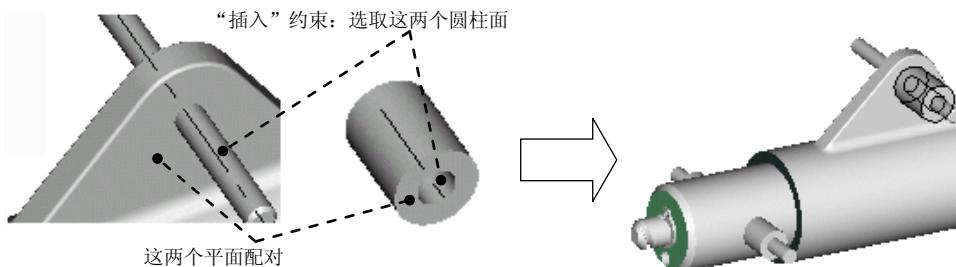

图 12.5.12 装配第一个零件隔套
- (1) 选择下拉菜单 **插入(I)** → **元件(E)** → **装配(A)...** 命令，打开名为 shaft.prt 的零件。
- (2) 创建轴“对齐”和基准面“对齐”装配约束，将零件轴（Shaft）装配到零件机体（Body）中。
- (3) 单击操控板中的 **√** 按钮。
Step12. 增加固定元件：装配零件隔套（bushing），如图 12.5.12 所示。主要操作步骤如下。
- (1) 选择下拉菜单 **插入(I)** → **元件(E)** → **装配(A)...** 命令，打开名为 bushing.prt 的零件。